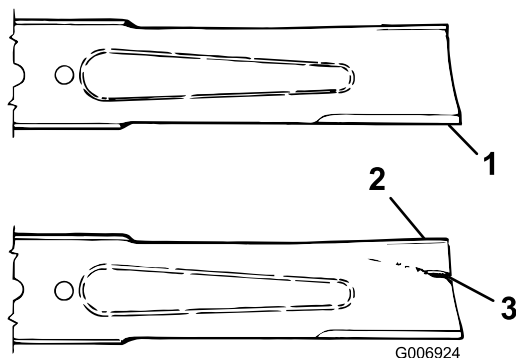

図 15
2. ブレードの切っ先を注意深く観察、特に、直線部と曲線部が交わる部分をよく観察する図 15。この、直線部と曲線部の交差域は、砂などによる磨耗が進みやすい部分なので、機械を使用するまえによく点検することが必要。磨耗が大きい場合には図 15 危険であるから交換する「ブレードの取り外し」を参照。
ブレードの磨耗を放置すると、ブレードのセール部と平坦部との間に割れ目が発生する図 15。この割れ目が拡大すると、最終的にはブレードがちぎれてハウジングの下から飛び出し、これがオペレータや周囲の人に重大な人身事故となる。